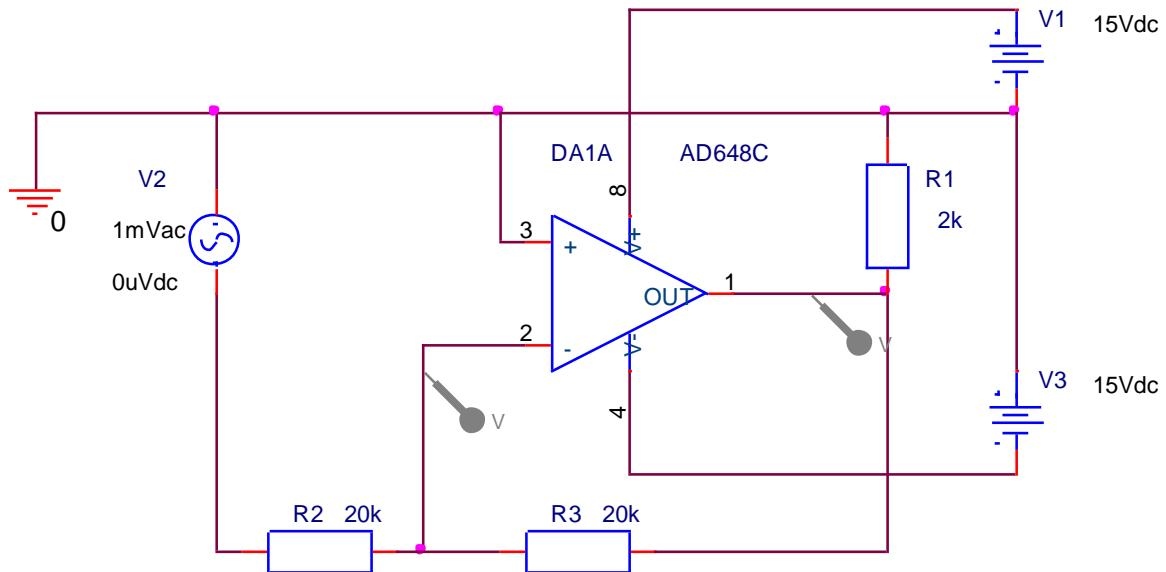

Рисунок 4 – Схема исследования динамических характеристик и параметров операционного усилителя при отрицательной обратной связи.
8. Заменить в схеме рис.4. источник входного сигнала на источник прямоугольных импульсов с параметрами: